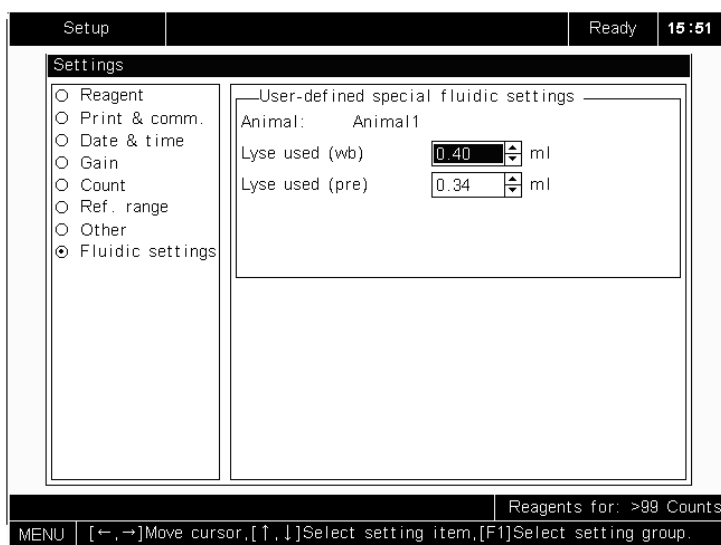

Abbildung 5-35 “Einstellungen Flüssigkeitssystem”-Anzeige
66. **GEBEN** Sie die gewünschten Ziffern für “Verwendete Lyse (wb)” oder “Verwendete Lyse (prä)” **EIN** (Abbildung 5-35),